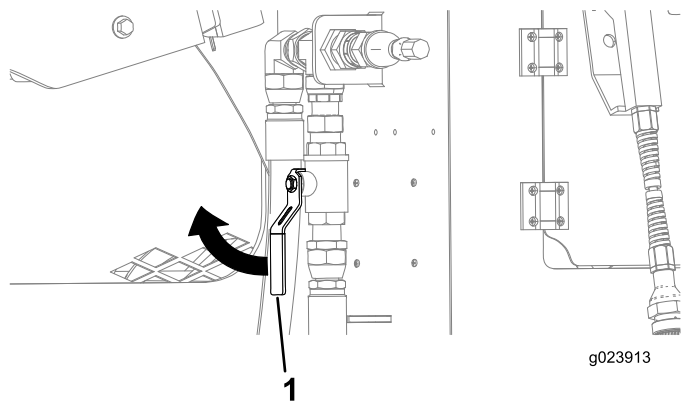

Bild 135
4. Stellen Sie sicher, dass das Ventil in der Nähe des hinteren Abteils in der Stellung GESCHLOSSEN ist (Bild 135).